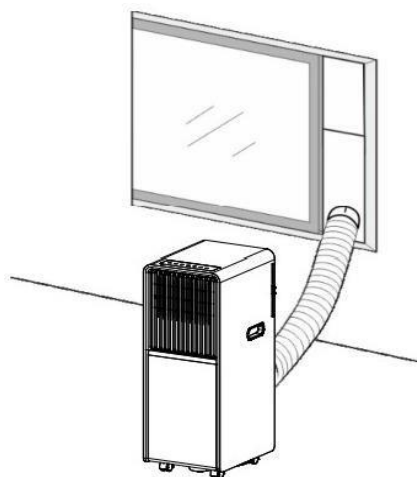

Fig.2
- 2) Installer le tuyau d'évacuation comme indiqué aux Figures 2 et 2a et s'assurer de son bon ajustement